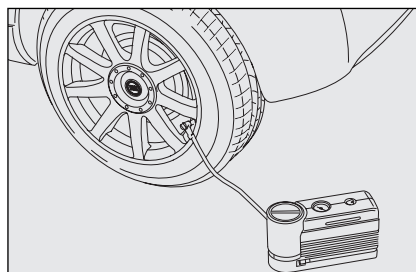
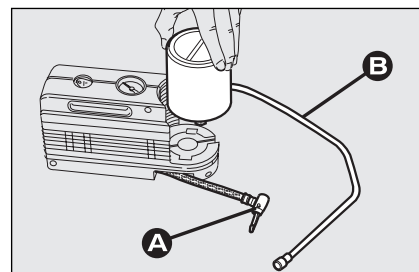

fig. 7
fig. 8
Il compressore può essere utilizzato anche per il solo ripristino della pressione. Svincolare l'innesto **A**-fig. 8 della bomboletta e collegarlo direttamente alla valvola del pneumatico fig. 7; in questo modo la bomboletta non sarà collegata al compressore e non verrà iniettato il liquido sigillante.
- ☐ disinserire l'innesto **A**-fig. 8;